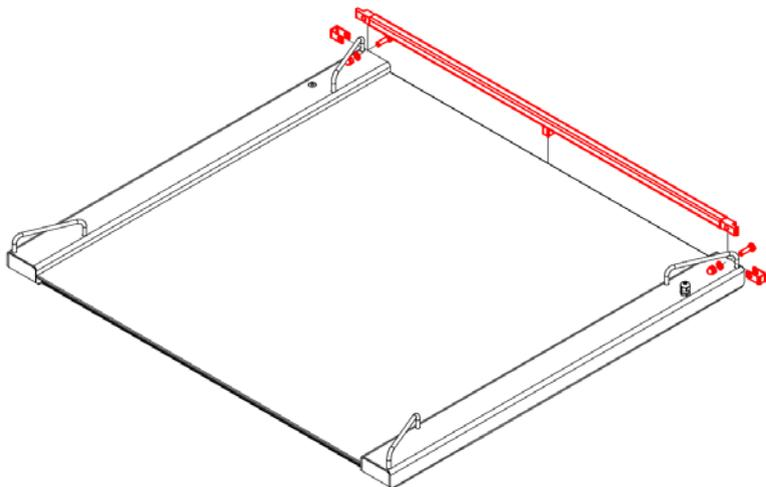

Abbildung 10. Montage des Stützbalkens
5. Montieren Sie den Stützbalken gemäß der folgenden Abbildung (Abbildung 10).